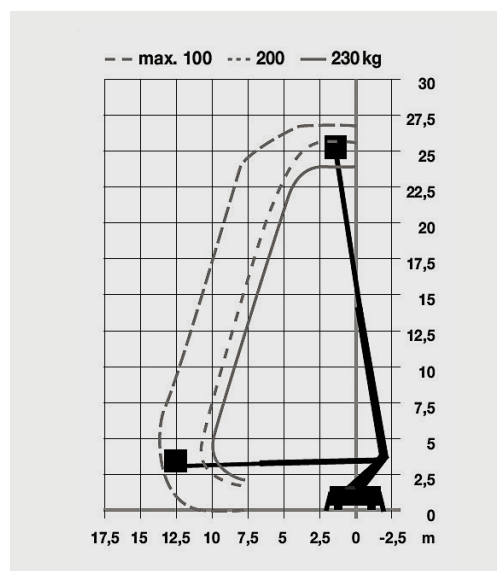

Fig. 1: la hauteur de travail et la portée latérale de la PEMP sont spécifiées dans la notice d'instructions.
6. La **hauteur de travail et la portée latérale** de la PEMP sont-elles suffisantes pour exécuter les travaux prévus sans équipements supplémentaires (échelles, plateformes, etc.)? (Fig. 1) oui non